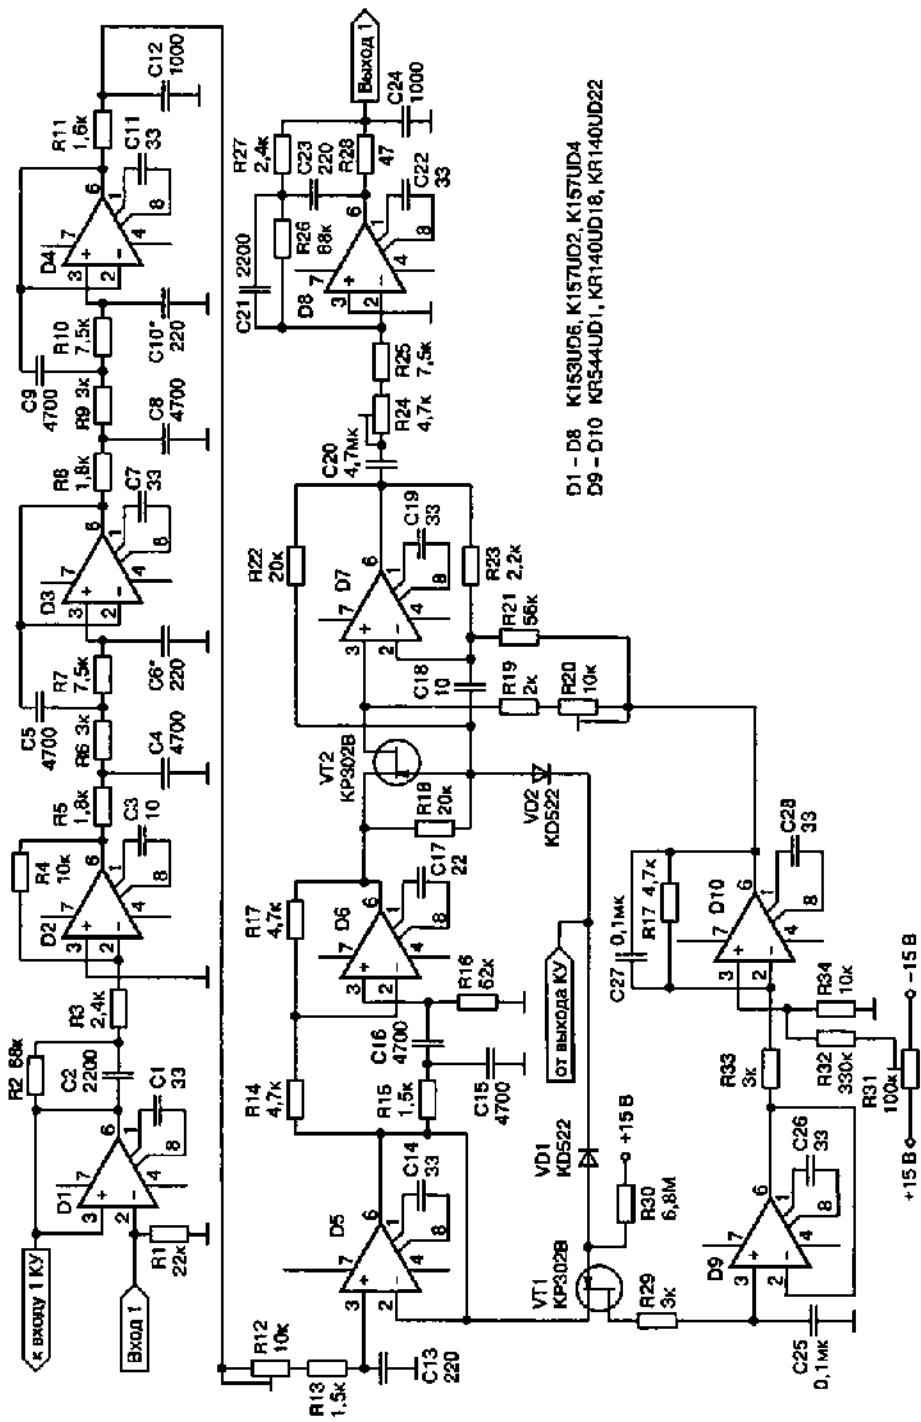

Рис. 2.10. Принципиальная схема канала обработки сигнала
В КОС (рис. 2.10) звуковой сигнал с выхода буфера D1 поступает на узел предыскажений R2C2R3D2 с постоянными временем  $\tau_1=150$  мкс и  $\tau_2=5,3$  мкс, где осуществляется подъем ВЧ и завал НЧ-составляющих сигнала.
**Настройка.** Прежде всего, необходимо отрегулировать КОС (рис. 2.10): регулятором R31 установить величину постоянного смещения на выходе D10 в отсутствие входного сигнала, равной смещению на выходе D6 с погрешностью не более 1 мВ. Переключить левый по схеме вывод R5 на выход входного буфера D1, подав на вход устройства сигнал от генератора, отрегулировать максимально плоскую АЧХ фильтра D3D4D5 в диапазоне 10—19 кГц с помощью R12 (иногда может потребоваться подбор C6, C10).